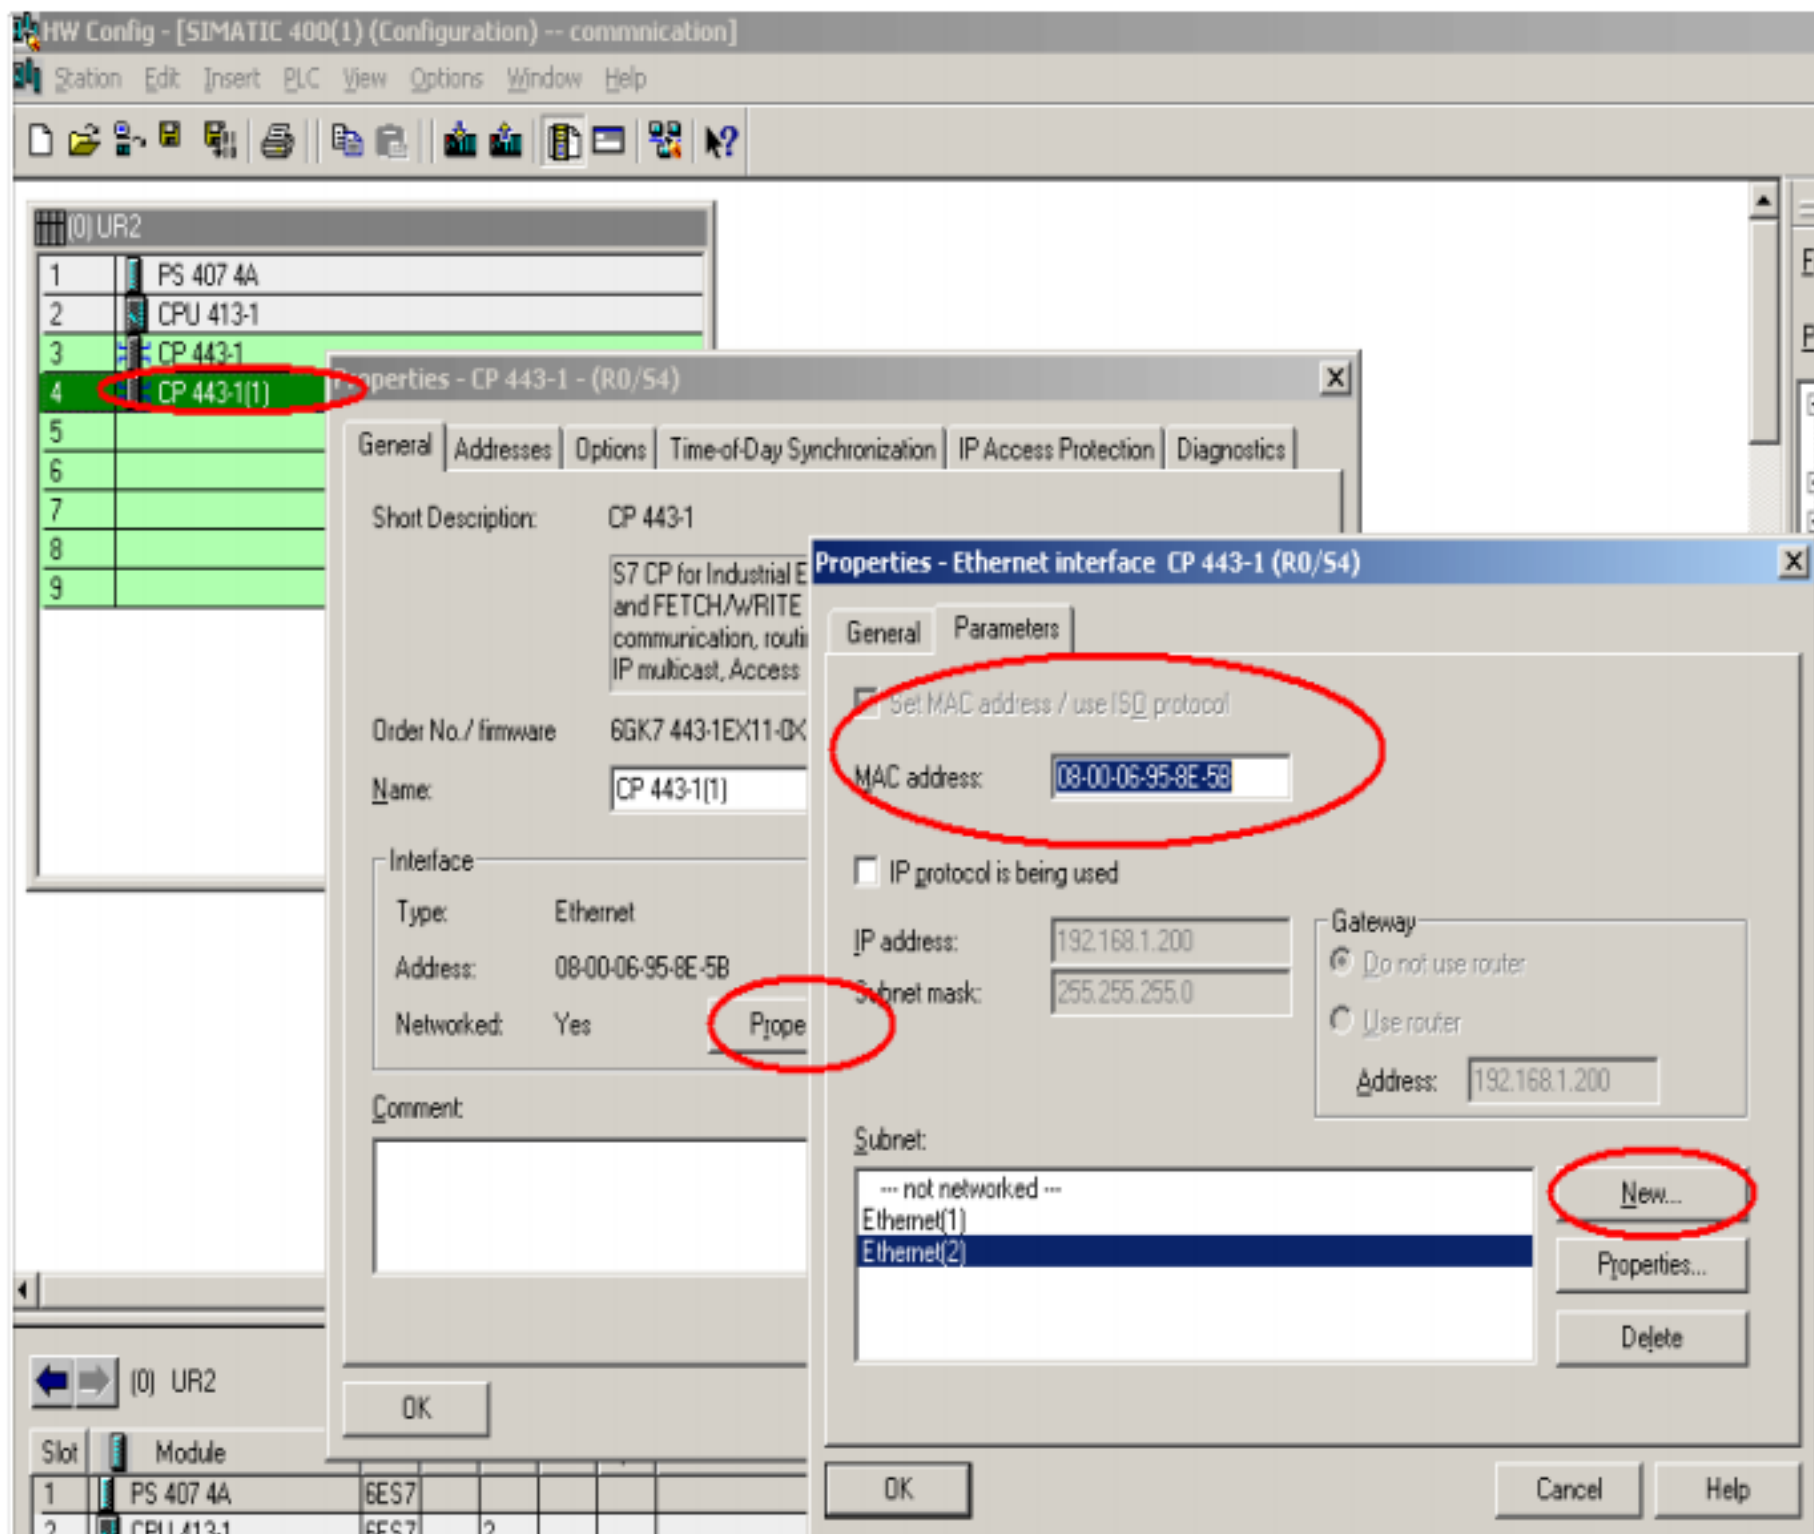

图 4.4
在 CP443-1(1) 通讯模块上双击，会弹出 Properties-CP443-1 的属性对话框，在对话框中点击 Properties 按钮，弹出属性对话框，激活“ Set MAC address/use ISO Protocol ”，在 MAC address 下设置通讯板卡的 MAC 地址，如图 4.4 所示，该地址可以在物理通讯板卡端口处标签上查看。